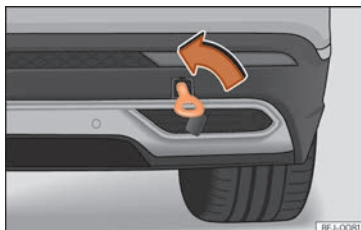

Abb. 51 Auf der rechten Seite des hinteren Stoßfängers: eingeschraubte Abschleppöse.
- Drehen Sie die Abschleppöse **entgegen dem Uhrzeigersinn** in die Aufnahme bis zum Anschlag »» **Abb. 51** »» ⓘ. Verwenden Sie ein geeignetes Hilfsmittel, um die Abschleppöse festzuziehen.